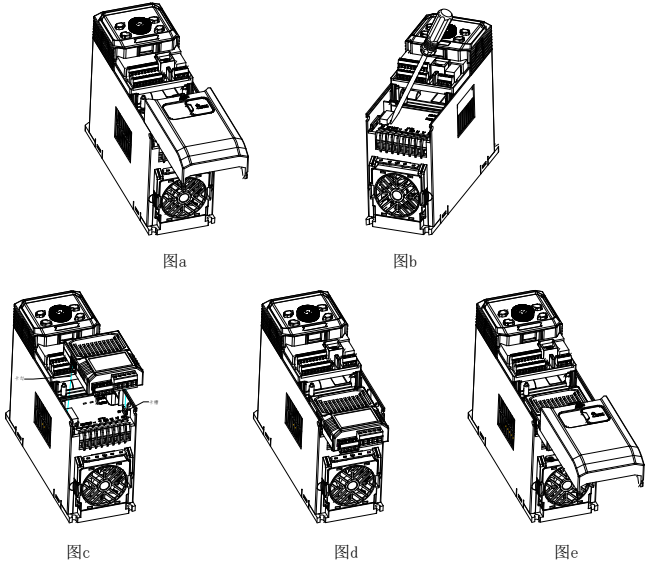

图 4 位置 2 I/O 选件安装步骤图
- （1）变频器非上电状态下，按下下盖板上上部颗粒状处，用力向下滑动，取下变频器下盖板，如图 4-a 所示。
- （2）使用一字螺丝刀撬掉防尘盖，如图 4-b 所示。
- （3）安装 I/O 选件：将内装有 I/O 扩展卡的扩展盒朝上（端子朝上），对准安装位置 2 电气接口，水平往下按压，使得扩展盒弹压式卡口和变频器下端卡勾咬合，如图 4-c 与图 4-d 所示。
- （4）完成 I/O 选件组装，如图 4-e 所示。